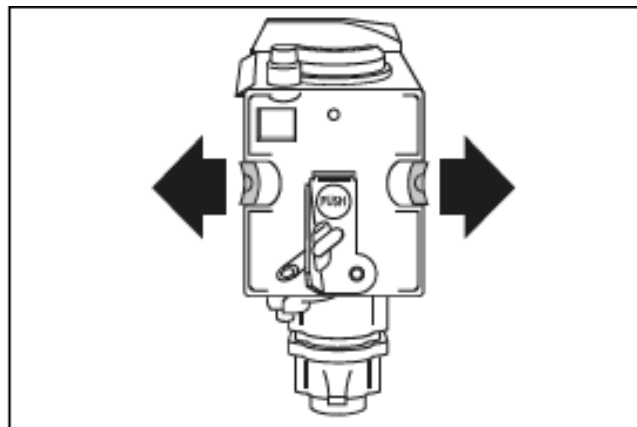

Рис. 51
- 1) После установки убедитесь, что две цветные кнопки разблокировки вышли наружу (рис. 51).